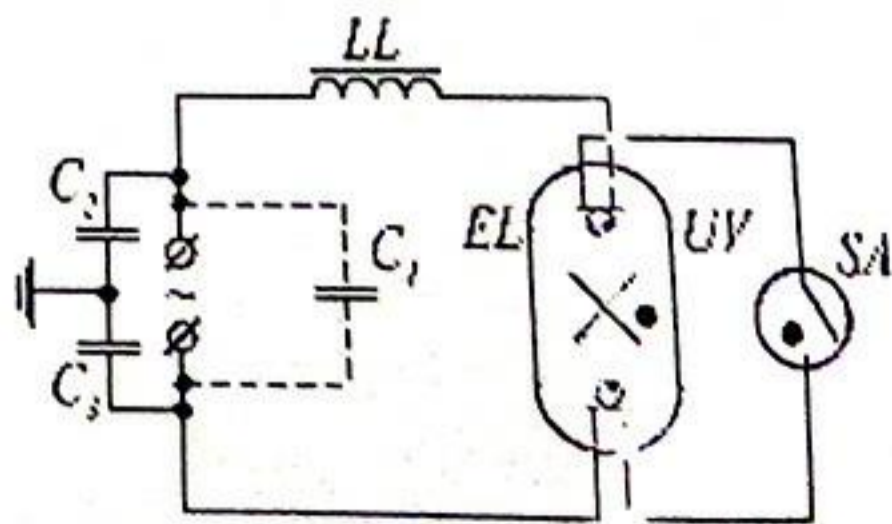

Рис. 2.
4.2. Лампы мощностью 40 и 80 Вт включаются в сеть переменного тока частоты 50 Гц напряжением 220 В, мощностью 15 и 20 Вт — 127 В по схеме, приведенной на рис. 2.